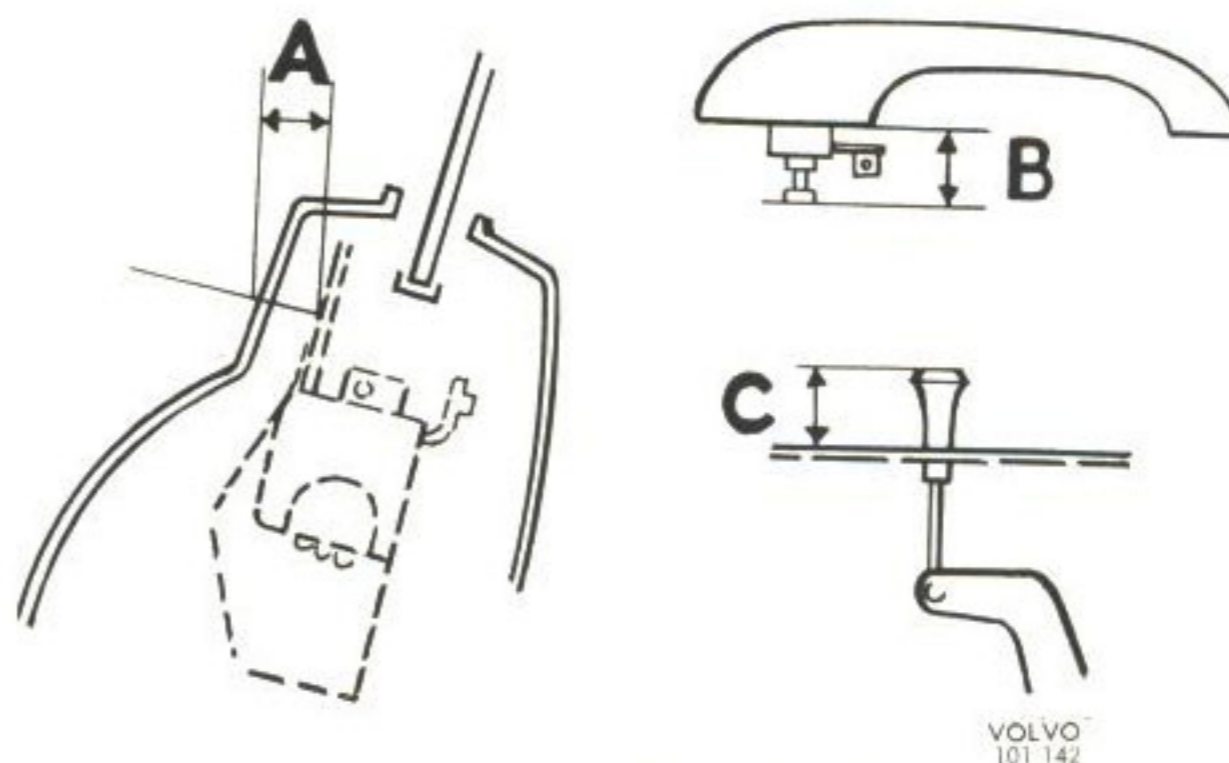

Bild 28. Justermått för lås
2. Justera mått A, bild 28, till $17 \pm 0,5$ mm genom att vrida låset. Drag fast låset hårt. Om vridning av låset ej är tillräckligt för att hålla rätt mått A, får sedan låset fastskruvas så nära A som möjligt, resterande justering göres genom att hävarmen (5) böjes. Mått A måste hållas inom givna toleranser.
3. Avståndskontroll (13) med isatt saxpinne (12) skjutes bakåt så att hävarm (10) stoppar mot låset (11). I detta läge fastskruvas avståndskontrollen. Tag bort saxpinnen (12).
4. Montera hävarm (17) och förbind länk (16) med hävarm (7).
5. Ställ hävarm (7) i låsläge dvs. bakåt mot låset och hävarmen (14) i spärrläge bakåt. Kontrollera i kontrollhål (12) att hävarmen går helt i spärrläge. I detta läge låses hävarm (14) till länk (16) med skruvar vid (15). Kontrollera att länk (16) ej glider mot dörrens innerplåt. Den får ej heller böjas ut så mycket att den går mot inre prydnadslstens skruvar.
1. Kontrollera mått B, bild 28 = 15 ± 1 mm. Justera om erforderligt. Drag låsmuttern (2) på skruv (3), bild 26.
2. Montera ytterhandtag (1) med påmonterad länk (6).
3. Förbind länk (6) med hävarm (14). Härvid göres justeringen genom att ett av de tre hålen på länken väljes så att urtag och hål på ytterhandtag överensstämmer. Överensstämelsen kontrolleras genom att en sprint (4) stickes in i hålet på ytterhandtaget enligt bild. Överensstämelse skall föreligga då tryckknappen (15) är nedtryckt dvs. hävarm (7) är nedtryckt och hävarm (8) är förd bakåt mot låset.
3. Förbind länk (6) med hävarm (14). Hävarmen i handtaget ställes i sådant läge att en sprint (4) (3 mm) kan stickas in i hålet på handtaget. Justeringen utföres genom att länken skruvas upp eller ner så att länkens ögla (6) stämmer med hävarmen (14) på låset.
1. Kontrollera mått B, bild 28 = 15 ± 1 mm. Justera om erforderligt. Drag låsmuttern (2) på skruv (3), bild 27.
3. Förbind länk (6) med hävarm (8). Hävarmen i handtaget ställes i sådant läge att en sprint (4) (3 mm) kan stickas in i hålet på handtaget. Justeringen utföres genom att länken skruvas upp eller ner så att länkens ögla (6) stämmer med hävarmen (8) på låset.
Mått C bild 28 skall med låsknappen i nedtryckt läge vara 12 ± 1 mm på såväl fram- som bakdörr.